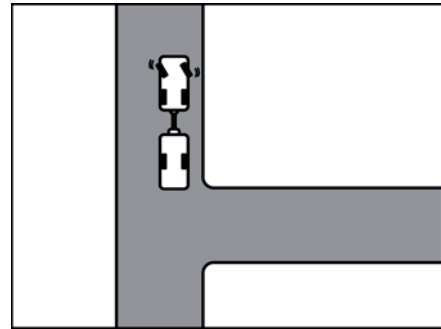

Fig. 11 Braquer à gauche
- Braquer à gauche quand l'attelage est arrêté (Fig. 11).